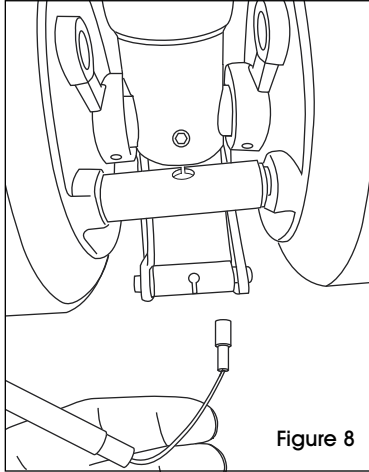

Figure 8
1. Insérez l'extrémité du câble de frein dans l'axe de charnière inférieur. (Voir Figure 8 et 9)